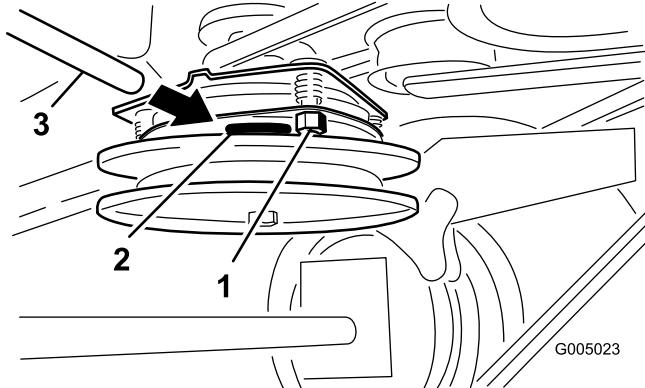

Figura 46
2. Apriete las contratuerca hasta fijar ligeramente la galga pero dejando que ésta se pueda mover con facilidad en la separación (Figura 46).